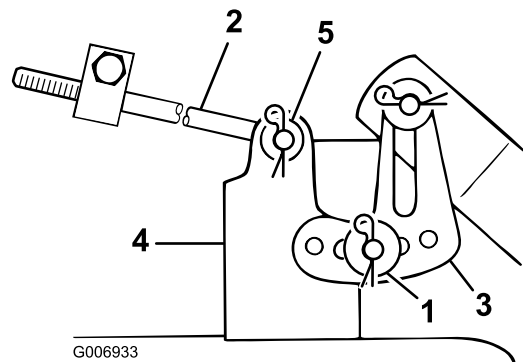

Figure 43
11. Glissez l'extrémité de la longue tige dans le trou du support du plateau (Figure 43).
12. Fixez la tige en place au moyen de la rondelle mince et de la goupille fendue (Figure 43).
13. Montez la patte fendue de mise à niveau du plateau de coupe sur l'axe du support du plateau de coupe (Figure 43).
14. Fixez le plateau de coupe au moyen de la rondelle épaisse et de la goupille fendue (Figure 43).